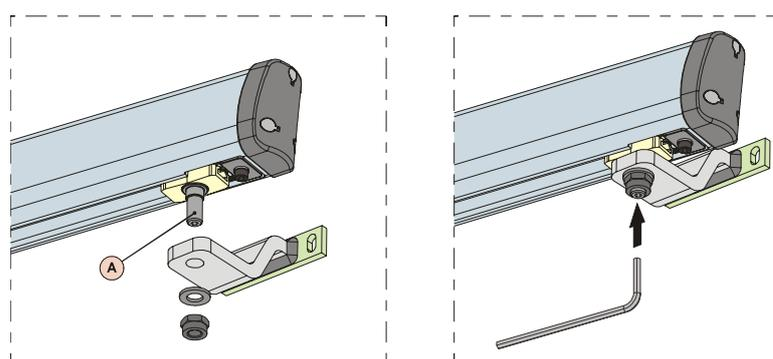

Fig. 11
4) Ensamble la brida anterior como se indica en la Fig.11. En la parte inferior del empalme se encuentra un alojamiento hexagonal CH=5 (Fig.11 ref.A) para facilitar las operaciones de montaje.